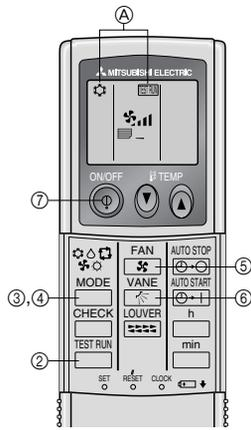

Fig. 7-2
7.2.2. De draadloze afstandsbediening gebruiken (Fig. 7-2)
- ① Schakel minstens 12 uur voor het proefdraaien de netspanning op het apparaat.
- ② Druk twee keer achter elkaar op de toets . (Voer deze handeling uit wanneer het display van de afstandsbediening is uitgeschakeld.)
- ③ Druk op de -toets om de (koel)-stand in werking te stellen; controleer daarna of er koude lucht uit het apparaat wordt geblazen.
- ④ Druk op de -toets om de (verwarming)-stand in werking te stellen; controleer daarna of er verwarmde lucht uit het apparaat wordt geblazen.
- ⑤ Druk op de knop en controleer of het toerental van de ventilator verandert.
- ⑥ Druk op de VANE (lamellen)-toets en controleer of het automatische lamellenrooster goed werkt.
- ⑦ Druk op ON/OFF (AAN/UIT) om het proefdraaien te beëindigen.